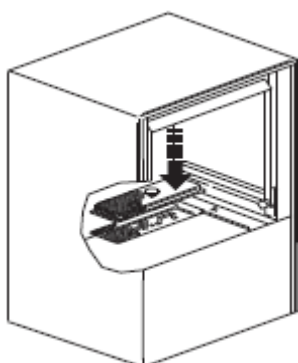

fig 5.2
- 2 Controleer of het filter correct is geplaatst ( fig 5.2, 5.3.)